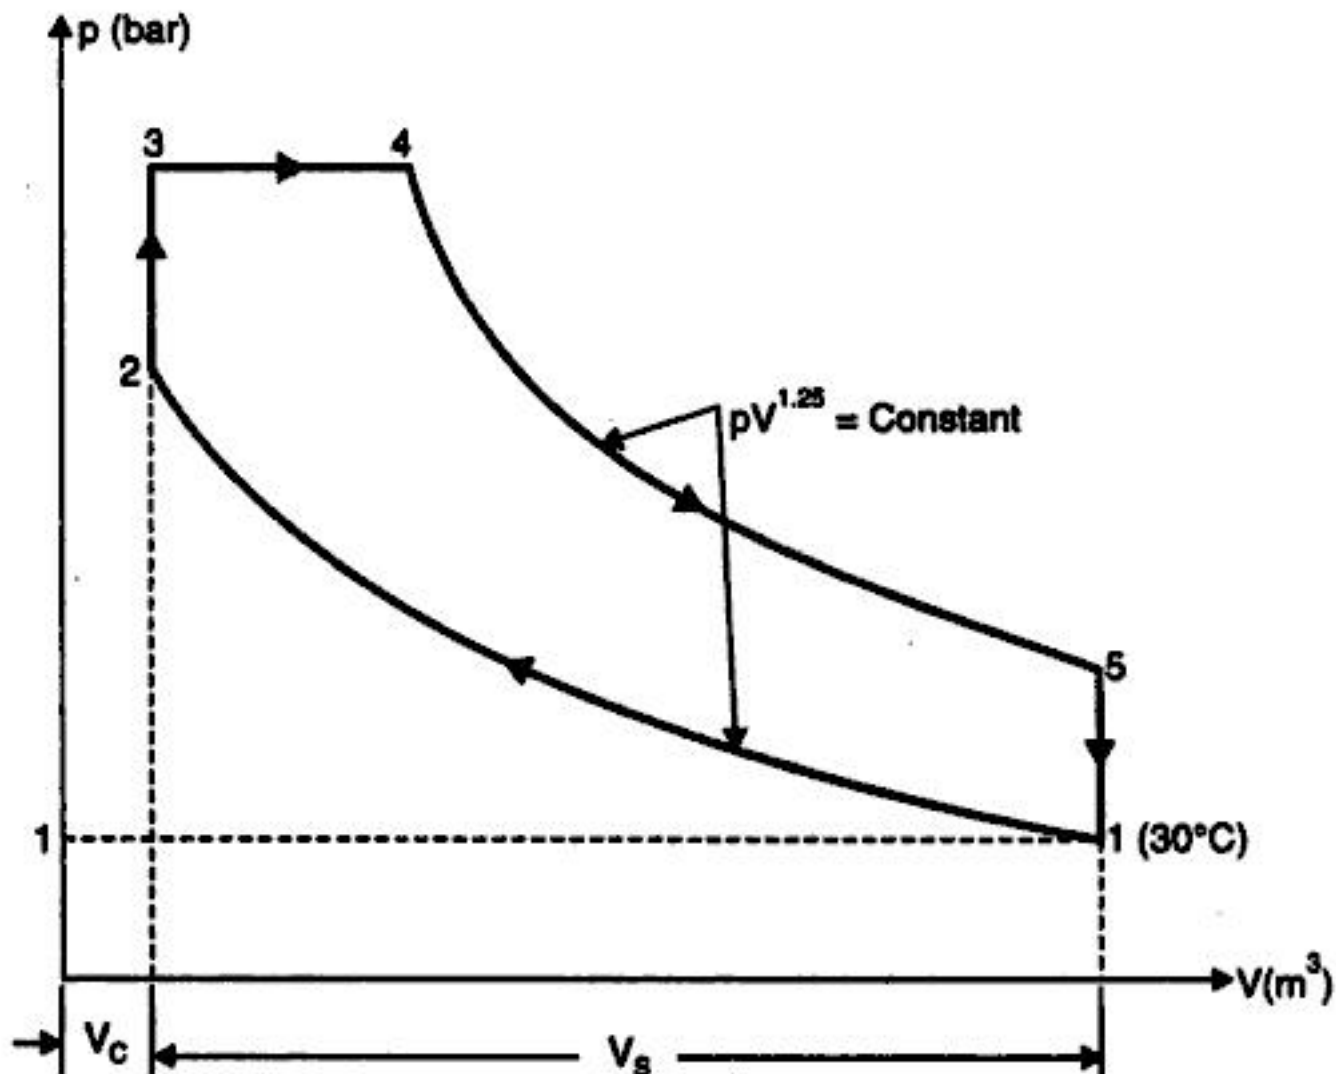

Fig. 3.25
**Solution.** Refer Fig. 3.25.